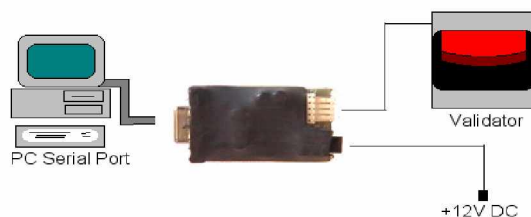

Рисунок 20 – Подключение DA1 к NV9 и PC для перепрограммирования
Если Вы используете операционную систему Windows 95/98/NT™, Pentium™ (© Microsoft and Intel), то подключите DA1 к NV9 так, как показано ниже (см. Рисунок 20), используя переходник с 16-ти на 5 выводов. Провод для подачи питания +12(B) на одном конце имеет Джек, 3.5(мм), а на другом два разъема: красный и черный. Подключите +12(B) к разъему красного цвета, а 0(B) к разъему черного цвета.